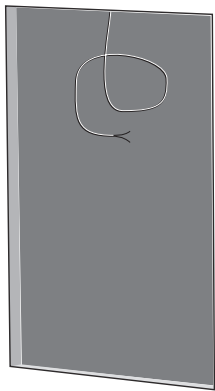

Fig. 3. Drywall Cutout with Speaker Cable
3. Passe o fio do alto-falante até este local (Fig. 3). Deixe folga suficiente para fazer as conexões quando chegar a hora. Prenda o cabo do alto-falante para evitar que se mova e chacoalhe durante a operação. Certifique-se de que o cabo do alto-falante não entre em contato com pregos ou parafusos que possam danificar o isolamento elétrico.